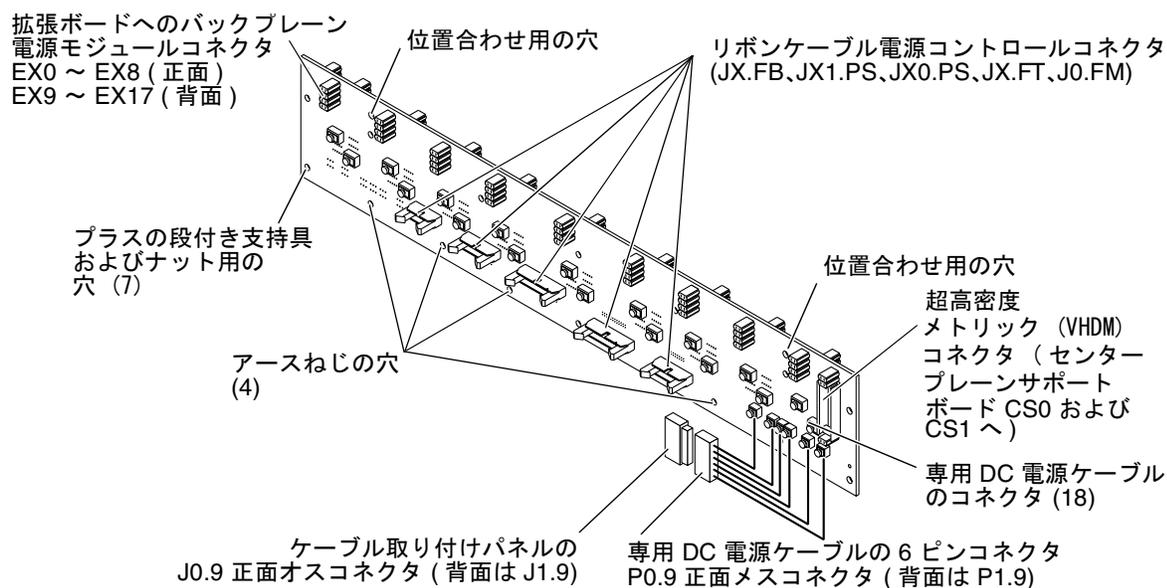

図 2-23 電源センタープレーンの電源制御接続部
5. 5 つのリボンケーブル電源コントロールコネクタを、電源センタープレーンから取り外します (図 2-23)。
4. 5つのリボンケーブル電源コントロールコネクタを、電源センタープレーンから取り外します。詳細は、図 2-23 を参照してください。